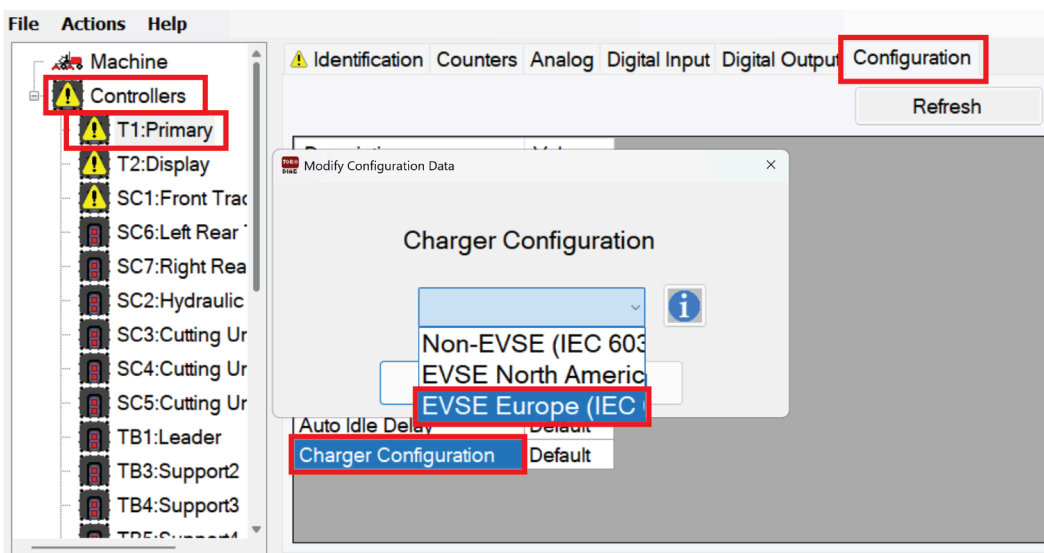

Figura 5
5. Viene visualizzata la finestra **Charger Configuration (Configurazione caricabatterie)**. Selezionate l'opzione **EVSE Europe (IEC 61851) [EVSE Europa (IEC 61851)]** (Figura 5).